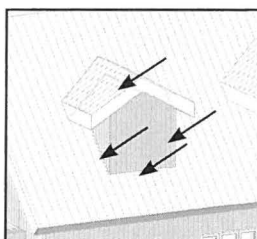
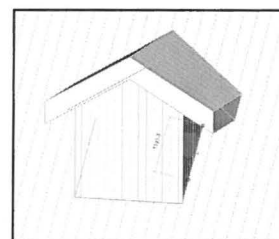

Fig. 09.160.
Fig. 09.161.
- Nu klikkes på alle kvistens elementer: tag, højre flunk, venstre flunk samt front væggen (Fig. 09.160). Ved hvert klik fremkommer der lyserøde linier (Fig. 09.161).